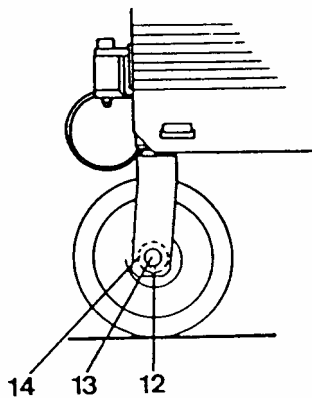

Fig 5
- Retire el tornillo **12** (fig 5).